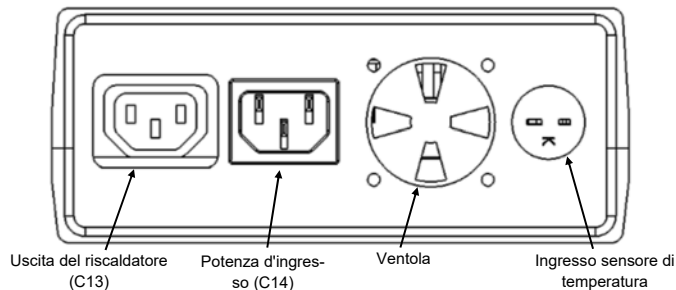

Figura 1
3. Collegare il cavo di alimentazione in ingresso alla presa di alimentazione in ingresso del regolatore (si veda Figura 1).
8. Collegare il cavo di alimentazione del riscaldatore alla presa di potenza del riscaldatore del regolatore di temperatura (si veda Figura 1).